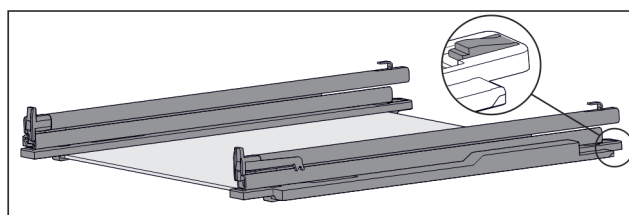

Fig. 52 Ripiano in vetro con guide e fermi
- Premere il fermo sul lato posteriore (vedere Fig. 52) e allo stesso tempo spingere la guida all'indietro.